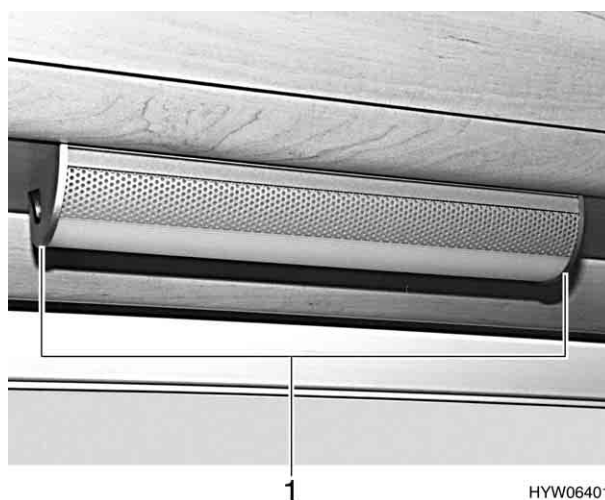

Fig. 106 Plafoniera del vano abitabile
- Premere leggermente verso l'esterno i diaframmi laterali (Fig. 106,1).